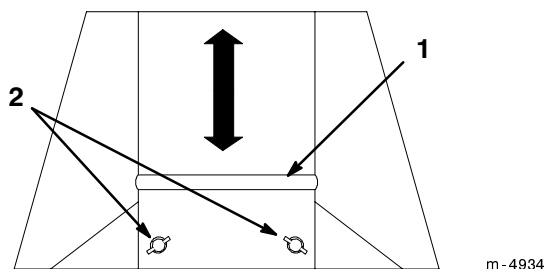

Figure 6
2. Desserrer les 2 écrous de la plaque de conditions de tonte, faire glisser la plaque vers le haut pour la tonte d'herbe courte et sèche ou vers le bas pour la tonte d'herbe longue et mouillée (Fig. 6), puis resserrer les écrous.